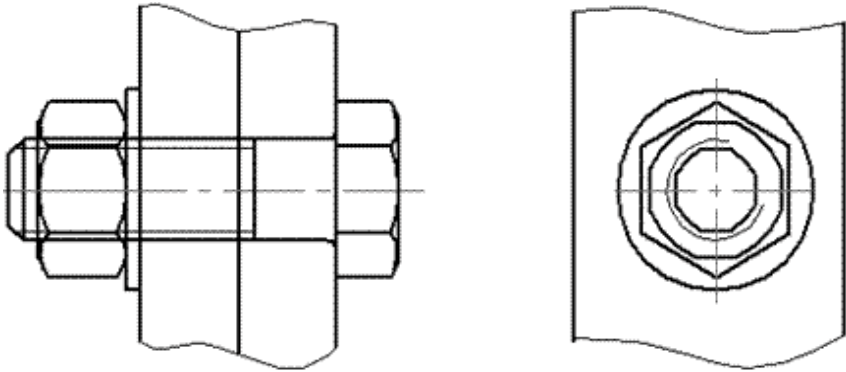

Рис. 112
6. Для построения вида слева болтового соединения необходимо обращаться к диалоговым окнам, используемым для создания шайбы и гайки, только в настройках указать радиокнопку *Вид сверху*. Итог проведенных операций приведен на рис. 112.